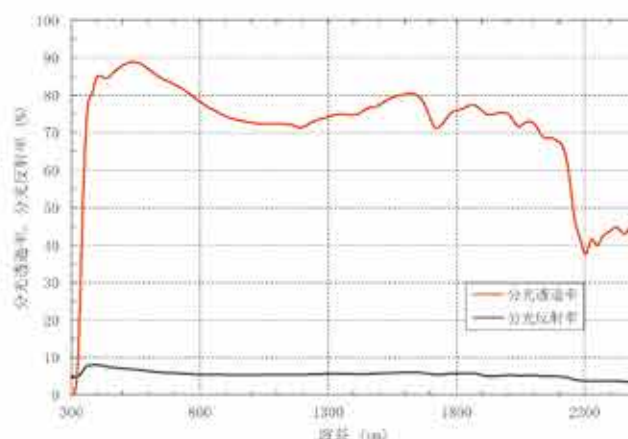

図1 分光透過率及び分光反射率測定結果（試験片番号：1、試験面：室内側）
■ 試験結果 光学性能・熱性能試験結果を表4～表8に、分光透過率及び分光反射率の測定結果を図1～図5に示す。